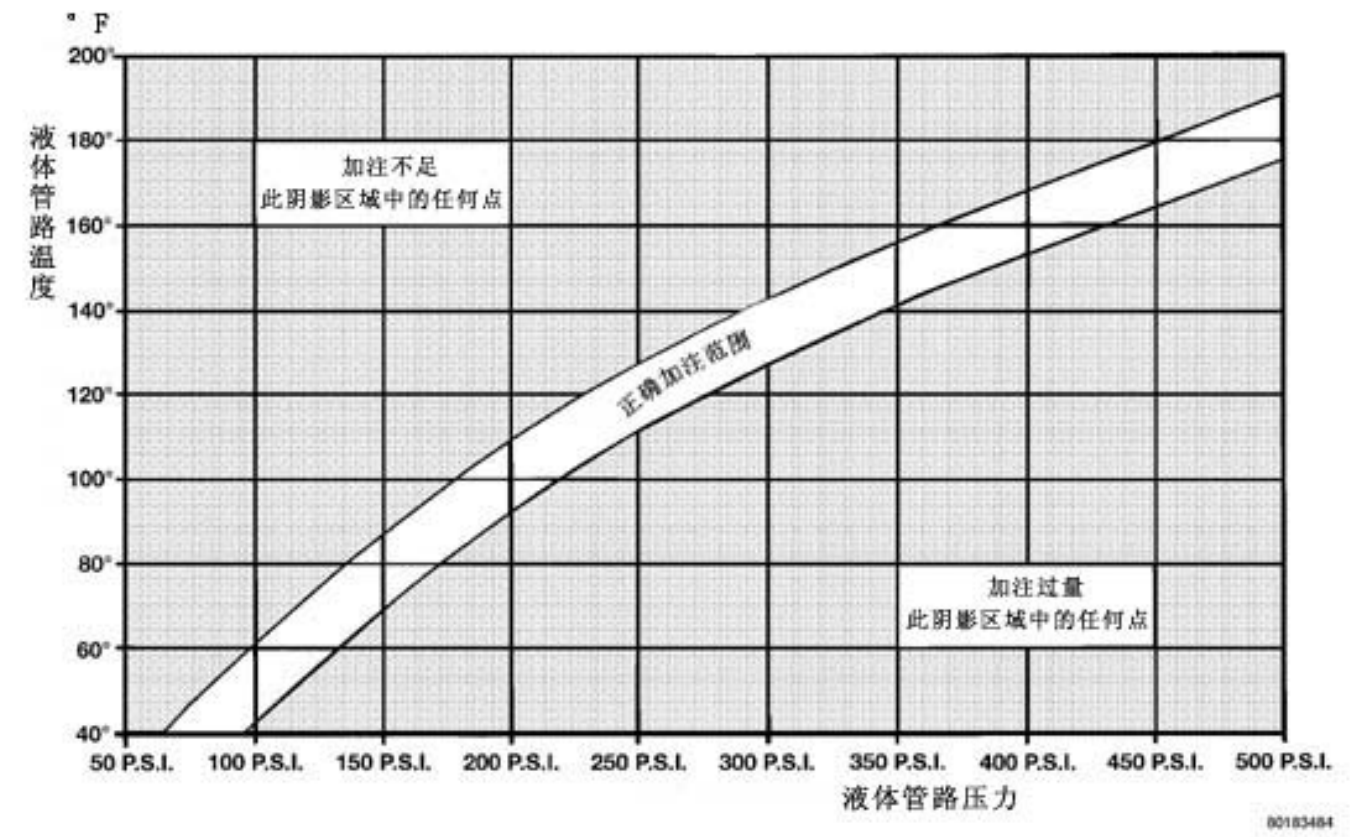

图 33 加注确定表，测试环境条件 29.4℃ (85° F)
- 使用 DRBIII® 诊断工具、热电偶和加注量确定表 (图 33)。参见相应的诊断信息。
- 使用歧管测试表、热电偶和加注量确定表 (图 33)。需要温度探头来测量液体管路温度。在该程序中使用的夹式、K 型热电偶温度探头可从 DaimlerChrysler 专用维修设备 (PSE) 程序部门获得。该探头 (PSE#66—324—0014 或 #80PK—1A) 与可以使用 K 型热电偶的温度测量仪器兼容, 并有一个的输入接头。其它温度探头可从修理市场上买到; 然而, 本程序中的所有参考说明都反映了通过 PSE 程序对探头的使用。欲使用温度探头, 要求有一个数字温度计。如果不备有一个数字温度计, 可通过 PSE 程序获得适配器, 该适配器将把任何标准数字万用表转换成数字温度计。该适配器设计成可使用任何标准 K 型热电偶。如果没有数字万用表, 该工具也可通过 PSE 程序获得。
（5）观察液体管路（排放）压力和液体管路温度。使用加注量确定表（图33）确定制冷系统是否在正确的加注量范围内操作。